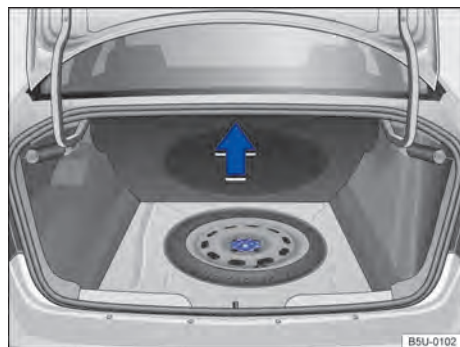

Fig. 105 En el maletero, por debajo del revestimiento del piso: rueda de emergencia y herramientas de a bordo.
Las herramientas de a bordo y la rueda de emergencia están ubicadas en el maletero, debajo de la moqueta → **fig. 105**.
- Levantar el revestimiento del maletero → **fig. 105**.